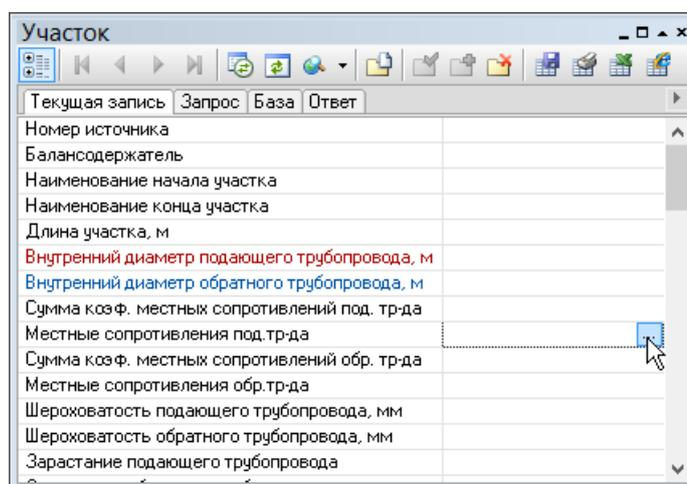

Рисунок 20.24. Открытие справочника по местным сопротивлениям
3. Установить курсор на поле Местные сопротивления под. тр-да (Местные сопротивления обр. тр-да) и нажать кнопку . Откроется окно справочника местных сопротивлений. (см. Рисунок 20.24, «Открытие справочника по местным сопротивлениям»). О занесении местных сопротивлений смотрите следующий раздел Раздел 20.5.2, «Занесение местных сопротивлений»